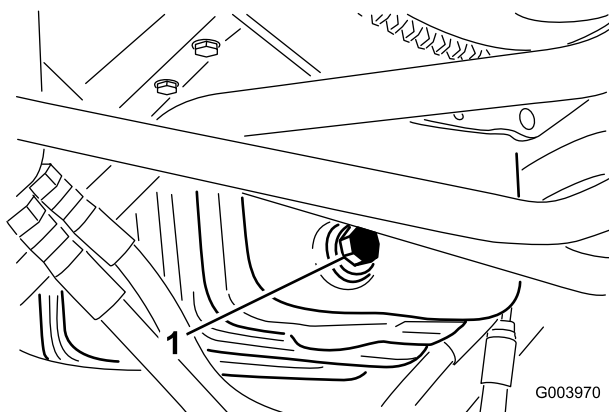

Figure 57
1. Retirez le bouchon de vidange (Figure 57) et laissez couler l'huile dans un bac de vidange.